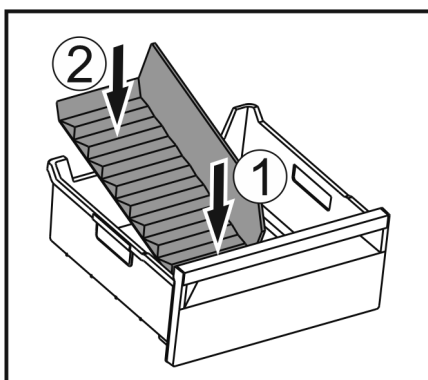

Fig. 139
- Sätt in frysfacksdelarens främre del. Fig. 139 (1)
- Sänk ned frysfacksdelarens bakre del till lådans botten. Fig. 139 (2)